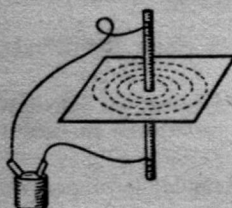

Abb. 68
f) Durchstoße einen Pappdeckel mit einer Stricknadel und verbinde die beiden Enden mit einer Taschenbatterie! Gib Eisenfeilicht durch ein Sieb auf den Pappdeckel! Leicht anstoßen! Beachte das magnetische Kraftfeld, die magnetischen Kraftlinien! (Abb. 68.)